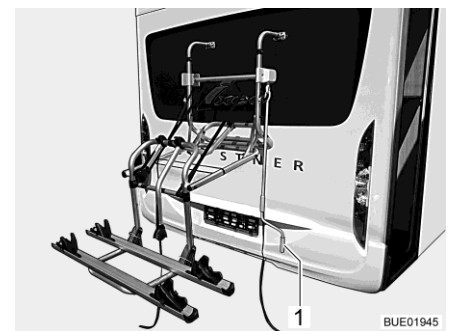

Bild 2 Fahrradträger, abgesenkt
- Handkurbel (Bild 2,1) am Fahrradträger ansetzen und Fahrradträger auf Griffhöhe ablassen.